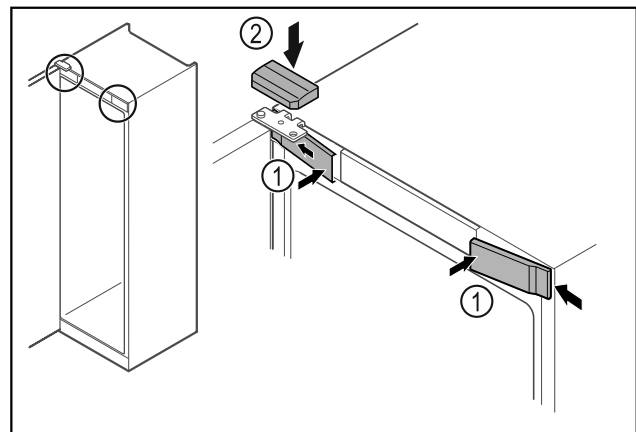

Fig. 26
- ▶ Akassza be oldalt az előző burkolatokat Fig. 26 (1), majd pattintsa be.
- ▶ Felülről pattintsa be a felső burkolatot Fig. 26 (2).